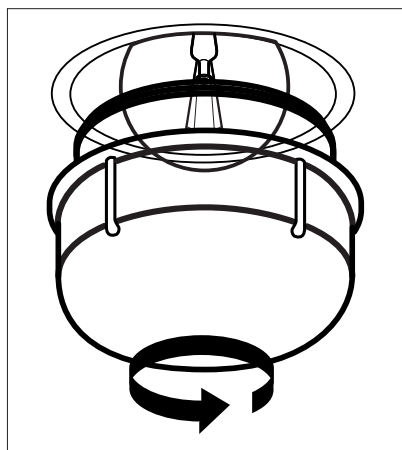

Figura 28
2. Quite la protección del cristal girándola en el sentido contrario a las agujas del reloj (Ver figura 28). Utilizar guantes plásticos le puede ayudar en caso de tener dificultades para girar.